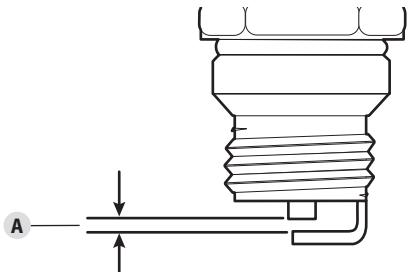

Fig. 21
- Use un calibrador de separación para ajustar una separación de aire (Fig. 21-A) de **0.025 pulgadas (0.635 mm)**.